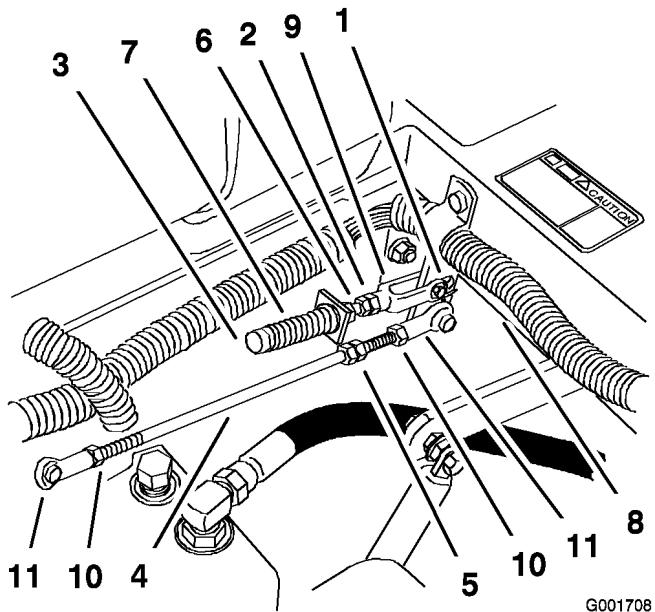

Figura 58
- Si es necesario un ajuste, afloje la tuerca y la contratuerca contra la horquilla (Figura 58).
- Aplique una ligera presión hacia atrás en la palanca de control de movimiento, gire la cabeza del perno de ajuste en el sentido apropiado hasta que la palanca de control esté centrada en posición de bloqueo/punto muerto (Figura 58).
- Apriete la tuerca y la contratuerca (Figura 58).